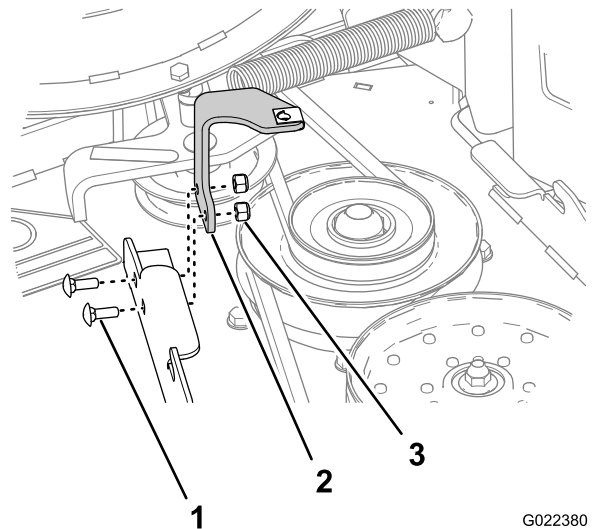

Figura 8
la cubierta de la correa a la pestaña delantera de la carcasa de corte (Figura 8).
2. Retire el soporte de la cubierta de la correa de la carcasa de corte (Figura 8).